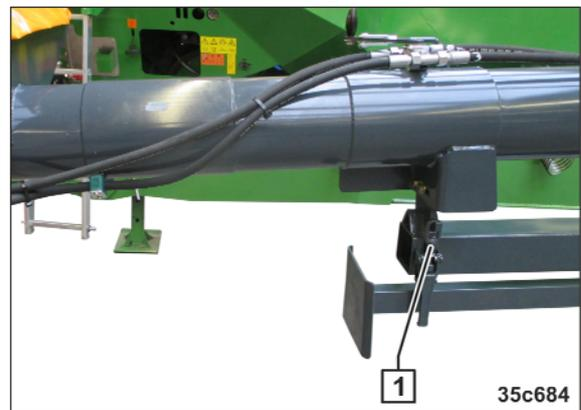

Fig. 216
3. Desserrer le verrouillage (Fig. 216/1).
16. Pivoter la vis de remplissage au-dessus du bâti et verrouiller (voir Fig. 216/1).